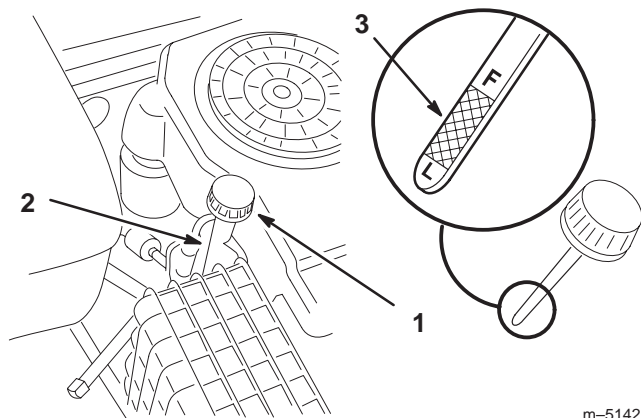

Figure 16
2. Nettoyez la surface autour de la jauge d'huile (Fig. 16) pour éviter que des impuretés ne s'introduisent dans le goulot de remplissage, ce qui risquerait d'endommager le moteur.
3. Dévissez la jauge d'huile et essuyez soigneusement l'extrémité métallique (Fig. 16).
4. Renforcez la jauge complètement dans le tube de remplissage sans la visser (Fig. 16). Sortez de nouveau la jauge et examinez l'extrémité métallique. Si le niveau est bas, versez lentement une quantité d'huile suffisante dans le goulot de remplissage pour amener le niveau au repère du plein ("F"), sans le dépasser.
6. Versez lentement environ 80% de la quantité d'huile spécifiée à la page 22 dans le goulot de remplissage (Fig. 16). Vérifiez le niveau d'huile (voir Contrôle du niveau d'huile, page 22). Versez avec précaution suffisamment d'huile pour que le niveau atteigne le repère maximum ("F") sur la jauge.